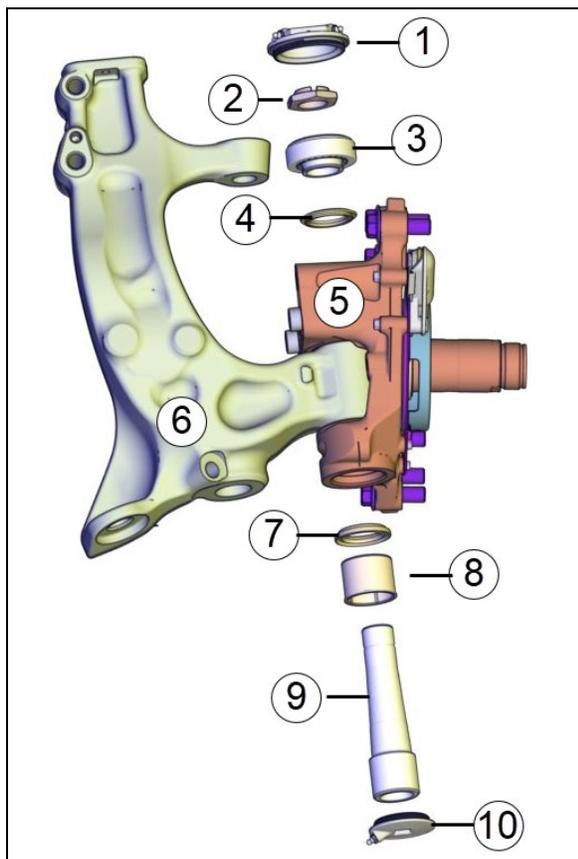

FIGURE 40: PIVOT DE PORTE-FUSÉE
- Retirez le couvercle supérieur et serrez l'écrou du pivot de porte-fusée (Figure 40) au couple prescrit.
- Retirez le couvercle supérieur et serrez l'écrou du pivot de porte-fusée (Figure 40) au couple prescrit (voir 1, Figure 44).